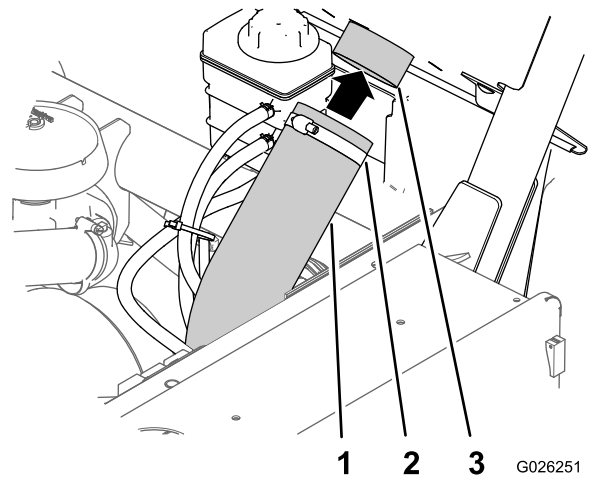

Figure 7
3. Branchez le flexible d'admission de CVT au raccord du tube d'admission au dos du panneau du système ROPS, et serrez le collier (Figure 7).